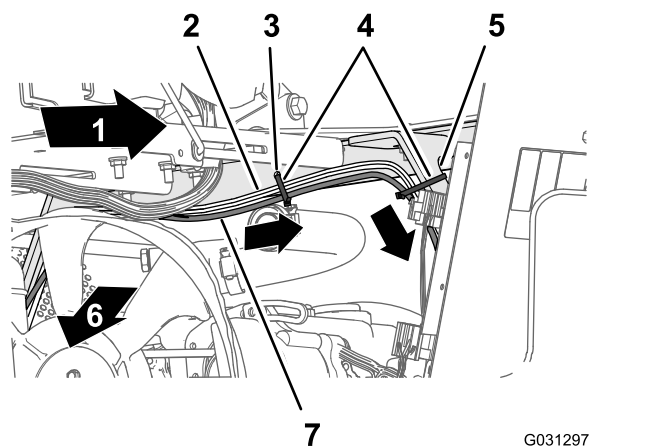
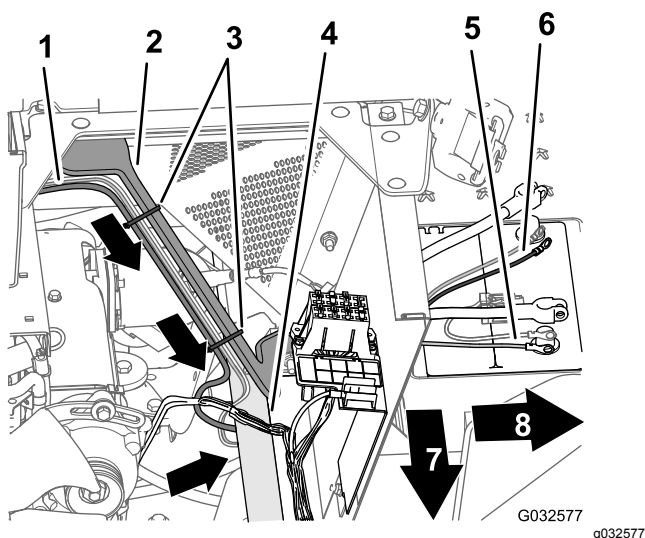

Figura 139
Figura 140
3. Disponete la diramazione da 220 cm del cablaggio elettrico per il sistema di navigazione verso il basso lungo il supporto sinistro della copertura del motore e sotto il tubo del telaio di sinistra (Figura 139).
4. Fissate il cablaggio al foro nell'angolo della cassetta del sedile e al supporto della copertura del motore con 3 fascette per cavi (Figura 139 e Figura 140).
5. Disponete il fusibile da 10 A e i terminali ad anello positivo e negativo della diramazione di 220 cm (86-5/8 poll.) del cablaggio elettrico per il sistema di navigazione sulla parte superiore della batteria (Figura 140).